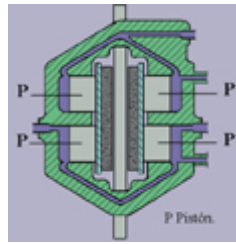

Fig. 9
- De cuatro pistones (**fig. 9**)